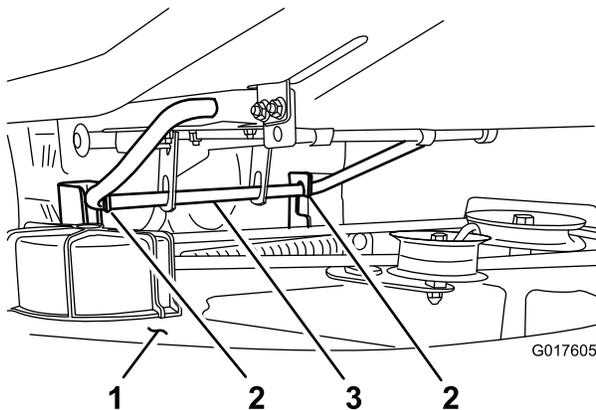

Bild 35
- Heben Sie das Mähwerk und die Hängeprofile über die hintere Hubstange und senken Sie das Mähwerk vorsichtig auf den Boden ab (Bild 35).
- Heben Sie das Heck des Mähwerks an und führen Sie die Hängeprofile über die hintere Hubstange (Bild 35).